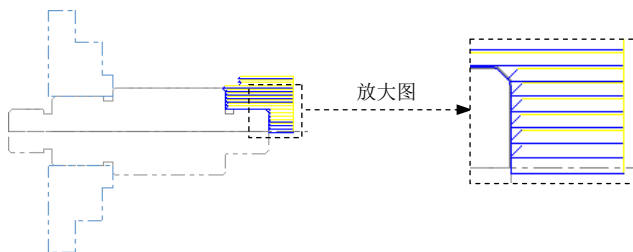

图 18.13 刀具路径
Step6. 单击“车床粗加工 属性”对话框中的 按钮，完成粗车参数的设置，此时系统将自动生成图 18.13 所示的刀具路径。